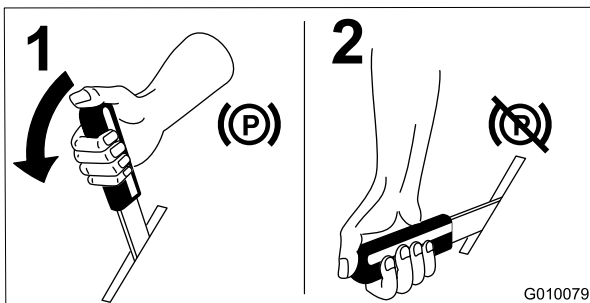

Figura 15
3. Ponga el freno de estacionamiento (Figura 15); consulte Aplicación del freno de estacionamiento.